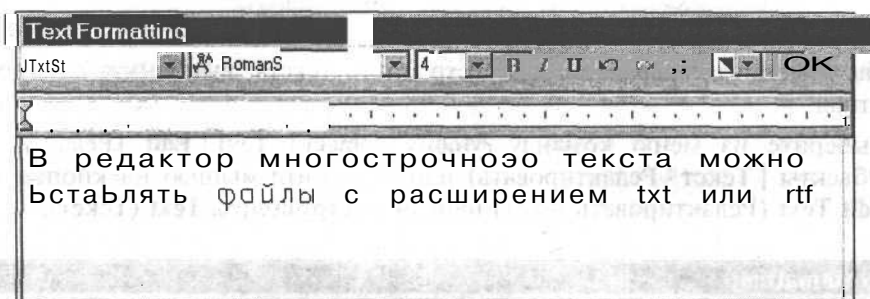

РИС. 9.11. Редактор многострочного текста после вставки внешнего файла
2. В диалоговом окне **Select File** (Выбор файла) найдите папку с файлом, выберите его и нажмите кнопку **Open** (Открыть). В окне редактора многострочного текста появится текст, который содержится во вставляемом файле (рис. 9.11).